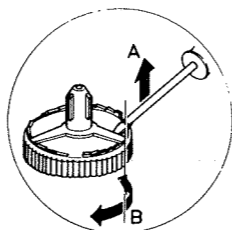

Fig. 17
- De frictiekracht wordt bepaald door de schuin oplopende kanten en bladveren. Fig. 17 A en B.